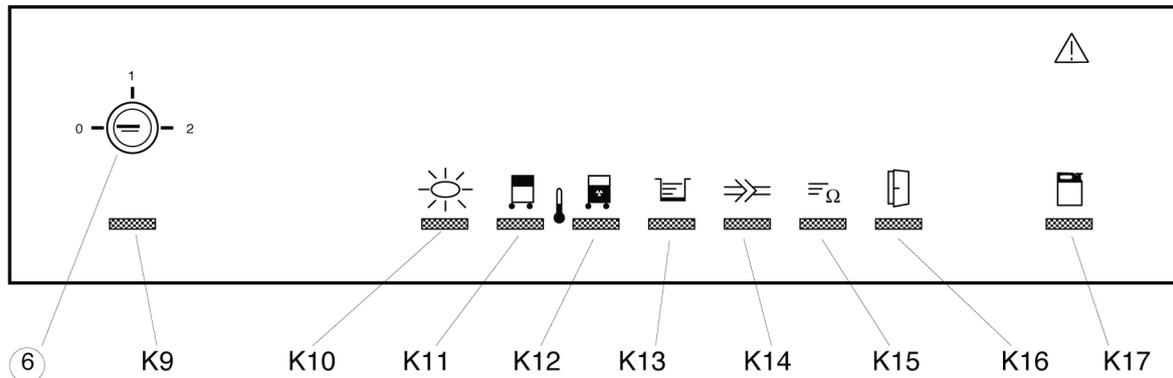

Abb. 5.2: Anzeigen Versorgungsgerät (Erläuterungen s.u.)
- Den Schlüssel in den Schlüsselschalter am Versorgungsgerät einstecken (vgl. Abb. 5.2). Optional kann bei der getrennten Aufstellung von Laserkopf und Versorgungseinheit der Schlüsselschalter auf der Rückseite des Laserkopfgehäuses angebracht werden. Die Bedienung des Schlüsselschalters ist gleich.